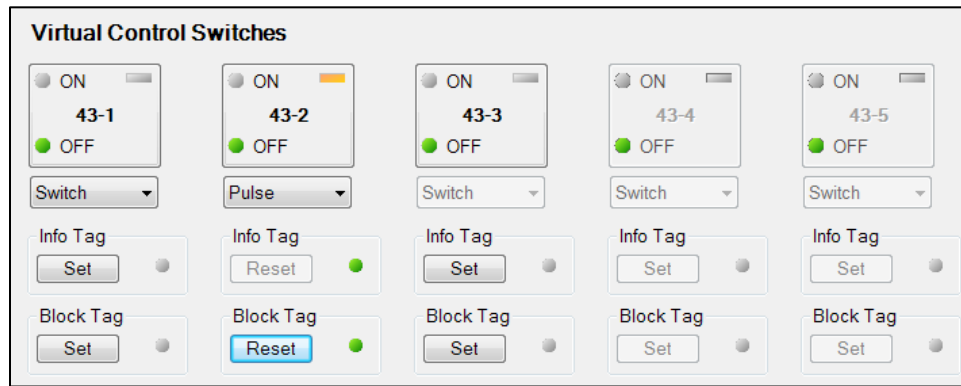

Figure 31-1. Écran de contrôle des commutateurs virtuels
1. Utilisez l'Explorateur des mesures pour ouvrir l'arborescence Contrôle/Commutateurs virtuels (Figure 31-1).
2. Si le mode Commutation/Impulsion est sélectionné dans l'écran des paramètres Commutateurs de contrôle virtuels (Virtual Control Switches) (43) de BESTCOMSPPlus, utilisez le menu déroulant pour sélectionner soit Commutation (Switch), soit Impulsion (Pulse).
Le marquage des commutateurs de contrôle virtuels peut s'effectuer via le panneau avant et via BESTCOMSP*lus*. Utilisez l'Explorateur des mesures de BESTCOMSP*lus* pour ouvrir l'arborescence Contrôle/Commutateurs virtuels. Cliquez sur le bouton Réglage (Set) pour le Marqueur informatif (Info Tag) ou bloquant (Block Tag). Si le marquage réussit, l'indicateur à droite du bouton Réglage devient vert. Si un commutateur est marqué, un indicateur orange figure dans le coin supérieur droit du bouton de l'élément. Cliquez sur le bouton Réinitialiser (Reset) pour effacer un marqueur. Reportez-vous à la Figure 31-1.